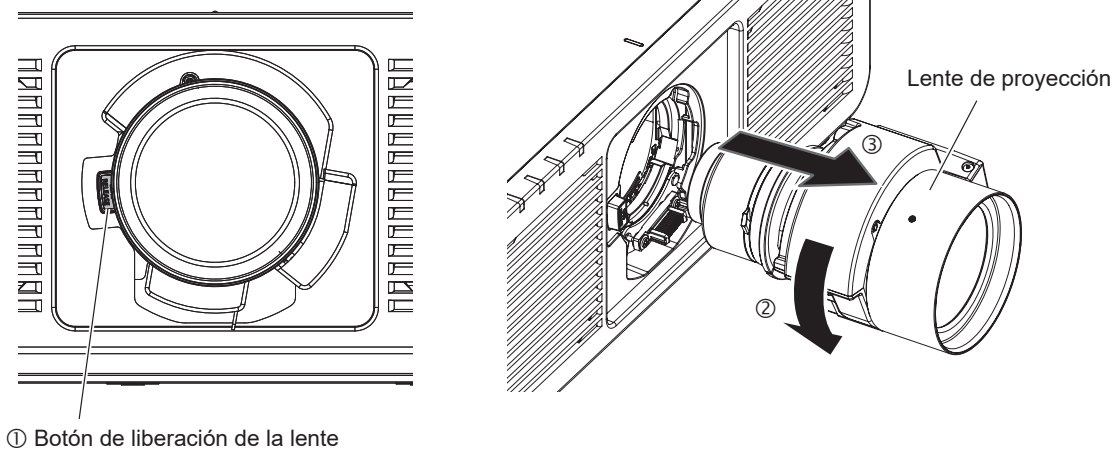

Figura 2
- 2) Mientras presiona el botón de liberación de la lente (①), gire la lente de proyección hacia la izquierda (②) y retírela (③). (Figura 2)